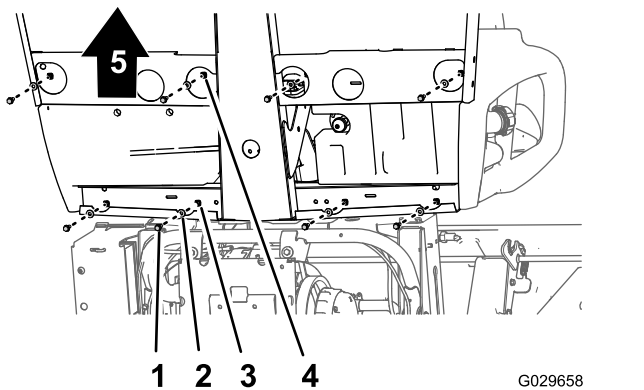
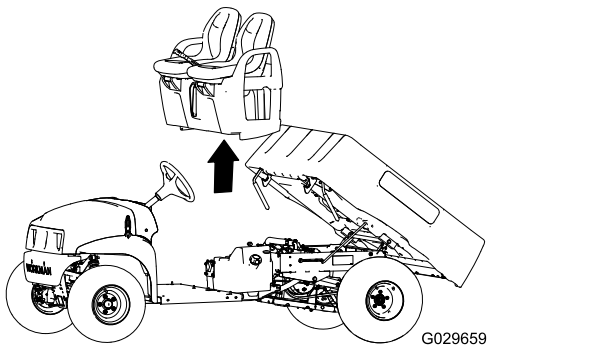

Bild 45
Bild 46
1. Entfernen Sie an der Unterseite der Maschine die acht Bundkopfschrauben und acht Scheiben, mit denen das Sitzunterteil an der Bodenplatte und dem hinteren Kabinenkanal befestigt ist (Bild 45).
- Nehmen Sie die Sitze, das Sitzunterteil und die Feststellbremszüge von der Maschine ab (Bild 45).
1. Setzen Sie die Sitze und das Sitzunterteil auf die Maschine und fluchten Sie die Bremszüge mit dem Chassis aus (Bild 45 und Bild 46).
2. Fluchten Sie die Löcher im Sitzunterteil mit den Löchern in der Bodenplatte und dem hinteren Kabinenkanal aus (Bild 45 und Bild 46).